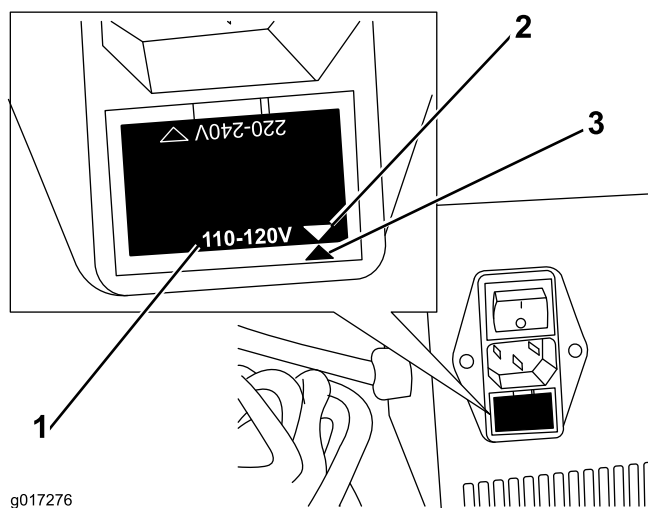

Figura 1
1. Compruebe la orientación del alojamiento de los fusibles, situado debajo del conector del cable eléctrico, para confirmar que el ajuste de voltaje del cargador es el mismo que el voltaje de la toma de corriente en la que piensa enchufarlo (Figura 1).
Nota: Figura 1 ilustra el ajuste para 110–120 V.
3. Gire el alojamiento de los fusibles de manera que el voltaje marcado en el alojamiento de los fusibles quede alineado con la marca de referencia del soporte de la bandeja de fusibles (Figura 1).